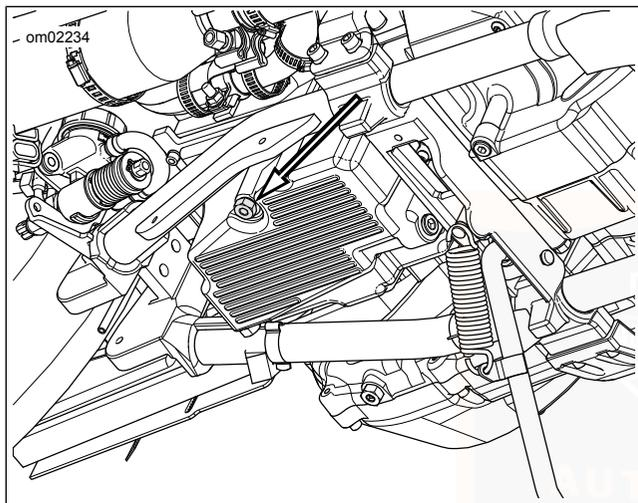

Abbildung 45. Getriebeschmiermittelablassschraube
2. Siehe Abbildung 45 . Die Getriebeschmiermittel-Ablassschraube entfernen. Getriebe entleeren.